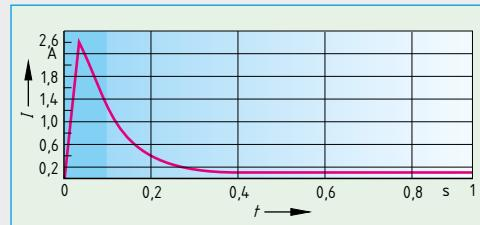

Bild 3: Stromverlauf beim Einschalten einer 40-W-Glühlampe an 230-V-Netzspannung
13. Nach längerer Betriebsdauer der Glühlampe wird durch Materialverdampfung der Drahtquerschnitt des Glühfadens geringer. Deshalb steigt die Stromdichte und somit die Temperatur im Betrieb an. Da der Metallfaden ein Kaltleiter ist, ist im Einschaltaugenblick der Metallfadenwiderstand wesentlich kleiner als im Betrieb bei sehr hoher Temperatur. Der Einschaltstrom (**Bild 3**) ist deshalb etwa 10 bis 15 mal größer als der Betriebsstrom und erhöht die Stromdichte zusätzlich, sodass der Glühfaden meist im Einschaltaugenblick durchbrennt.